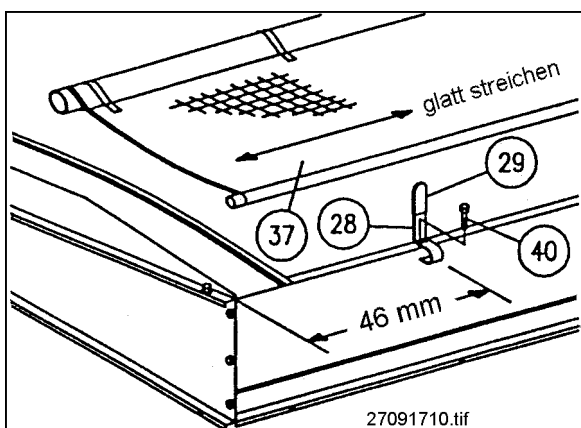

Abb. 11: Montage Abdeckplane
12. Die Abdeckplane (37) und die Planenstopper (28, 29) mit den dazugehörigen Schrauben (40) an der Rückwand befestigen. (s. Abb. 11)